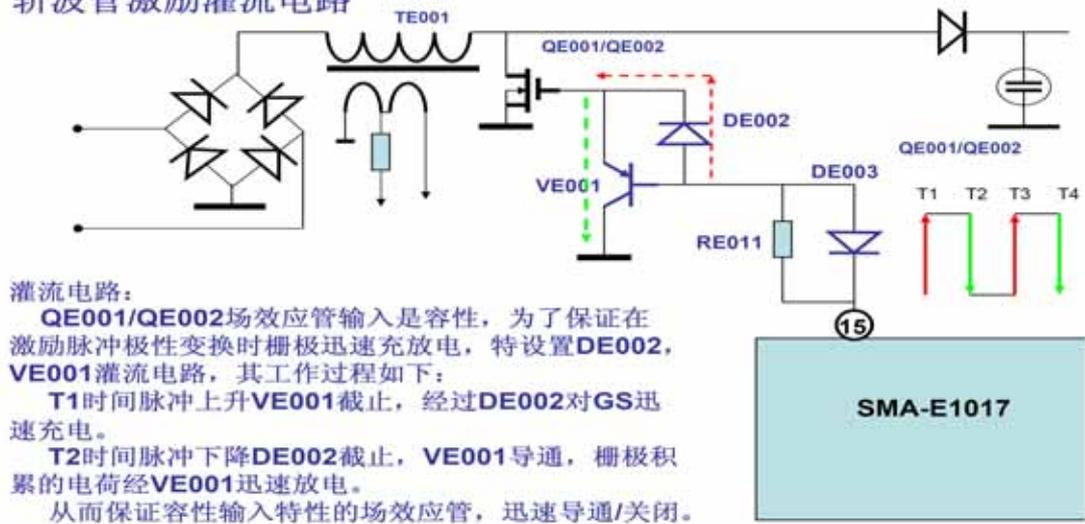

图 4 斩波激励及灌流电路
**#15 脚：**斩波管 QE001、QE002 激励输出，参见图 4。#15 脚输出斩波激励脉冲，经过“灌流电路”激励 QE001、QE002 工作，VE001、DE002 组成灌流电路，RE011 是限制 QE001、QE002 栅-源极初始充电的限流电阻，DE003 是激励脉冲下降沿，促使栅-源迅速放电的放电二极管。工作过程如下：在激励脉冲上升沿（T1 时间），VE001 截止，DE002 导通对栅-源充电，形成栅-源电场，斩波管迅速导通；在激励脉冲平顶持续时间（T1~T2 时间），由于电场的持续，导通维持，此时导通呈阻性；在激励脉冲下降沿（T2 时间），VE001 导通，DE002 截止，所充电荷通过 VE001 迅速放电，斩波管迅速关断，完成一个斩波周期。